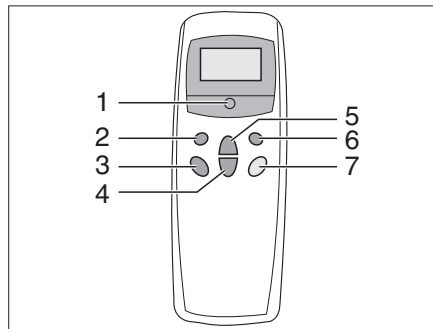

Fig. 118 Télécommande
La climatisation est montée sur le toit du véhicule. La télécommande (Fig. 118) pour la climatisation se trouve dans le coin cuisine.
- Enclencher la télécommande avec l'interrupteur (Fig. 118,5).
- Régler le mode de fonctionnement désiré avec la touche (Fig. 118,1).
- Si nécessaire, régler avec les touches (Fig. 118,3 et 4) la puissance du ventilateur et la température ambiante désirées.
- Pour la mise hors service, appuyer à nouveau sur la touche (Fig. 118,5) de la télécommande.